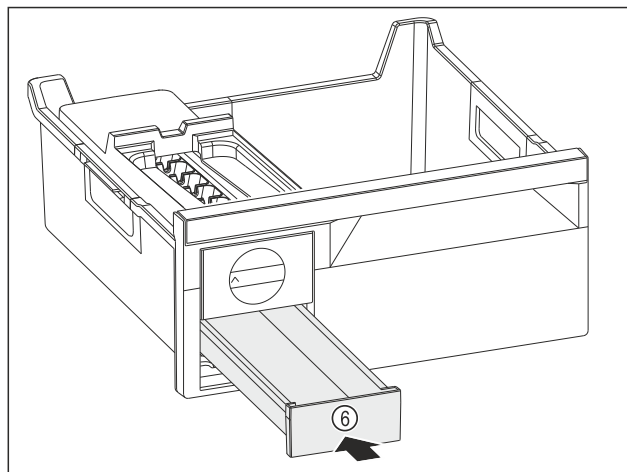

Fig. 126
- ▶ Predal za ledene kocke Fig. 126 (6) potisnite noter.